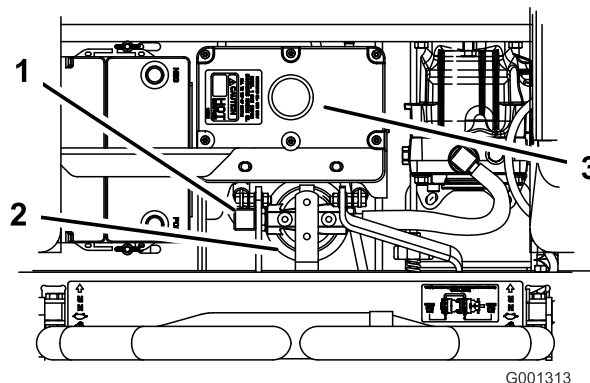

Figura 74
4. Togliete il tubo idraulico destro che entra nel riduttore (Figura 74).
6. Montate il tubo idraulico destro nell'adattatore (Figura 74).